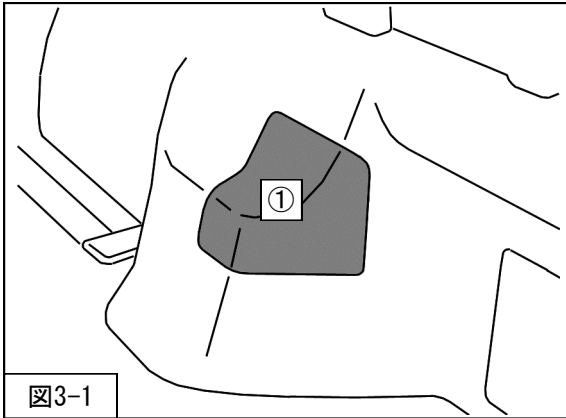

図3-1
を取外してください。（図3-1）
11. ①サイドサービスホールカバーを車両に取付けてください。(図3-1)
リアの減衰力調整は、サイドサービスホールカバーを取外し(図3-1)、減衰力調整ダイヤル(同梱品)で行ってください。